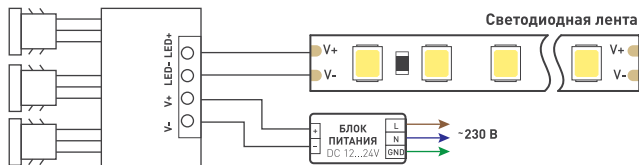

Рисунок 3. Схема подключения датчика SR-PRIME
- 3.3. Соблюдая полярность, подключите светодиодную ленту к выходу датчика (рис. 3).
3.4. Соблюдая полярность, подключите источник питания к входу датчика (рис. 3).